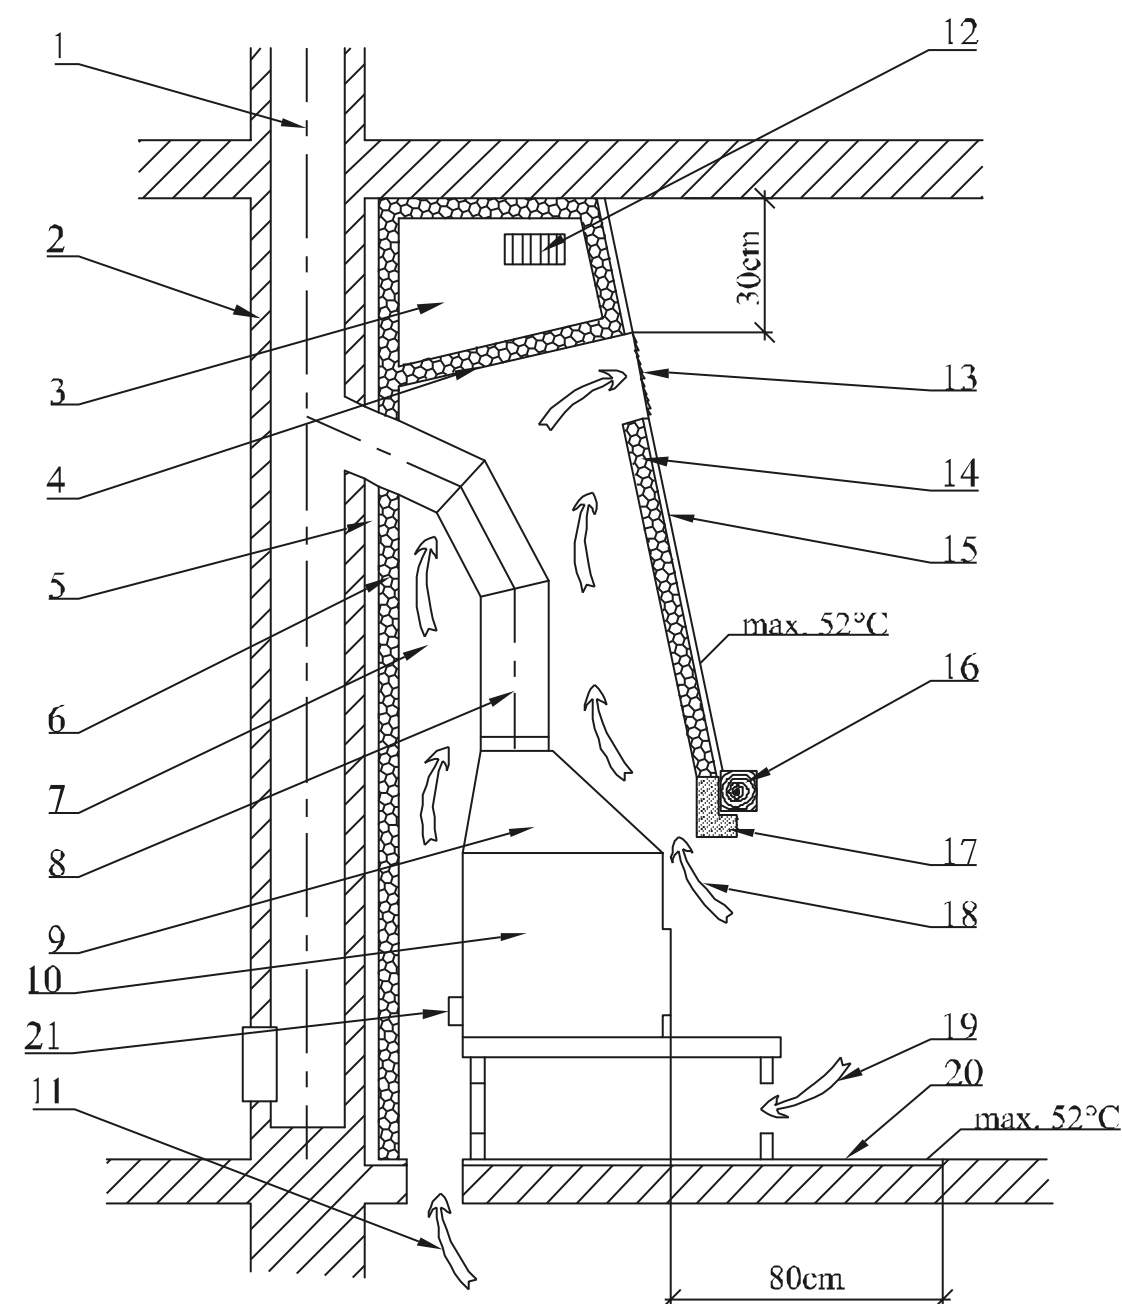

Fig. 2
La distanza di sicurezza minima tra il rivestimento degli stipiti delle porte o altre strutture architettoniche con simili funzioni in materiale infiammabile e l'installazione del condotto (compreso isolamento) è pari a **20cm**. La distanza minima dagli altri componenti strutturali in materiale infiammabile è pari a **40cm** (vedi fig. 2) ai sensi della norma **ČSN 06 1008/1997**. Trattasi di materiale edile di classe **B**, **C** e **D** ai sensi della norma **ČSN EN 13501-1+A1/2010** (vedi tabella n.1). Questa regola vale anche per le pareti e soprattutto per i soffitti con intonaco con base infiammabile - per esempio assi, pannelli ecc.! Qualora non fosse possibile rispettare le suddette distanze, è necessario comunque prevenire il pericolo d'incendio ricorrendo ad apposite misure tecnico-strutturali, rivestimenti non infiammabili, isolamenti e barriere resistenti al calore.
5. L'uscita dell'aria di convezione riscaldata deve essere ad almeno **30cm** al di sotto del soffitto (fig. 2).
6. Al di sopra dell'uscita dell'aria di convezione riscaldata è necessario che vi sia un soffitto in materiale non infiammabile. La sua temperatura non può superare i **50°C**. Pertanto il soffitto o controsoffitto deve essere isolato contro gli effetti dell'azione del calore proveniente dal caminetto attraverso uno schermo dotato di almeno un'apertura non completamente chiudibile con griglia (fig. 2) oppure mediante uno strato sufficiente di isolamento termico.